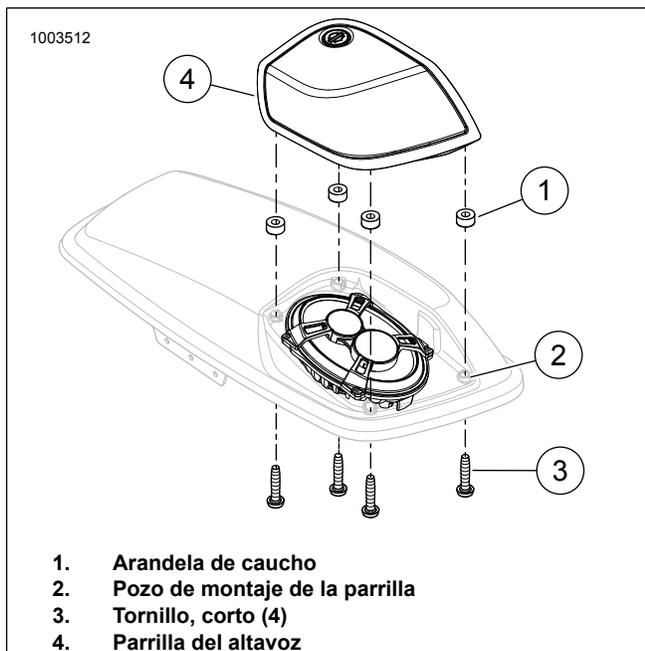

Figura 10. Instalación y extracción de la parrilla
2. Consulte la Figura 10. Coloque las arandelas de caucho (1) en el pozo de montaje de la parrilla (2).
3. Verifique si las arandelas de caucho (1) están en su lugar. Coloque la parrilla del altavoz (4) en su posición sobre la parte delantera del altavoz. Asegúrela con los cuatro tornillos cortos (3). Apriete alternativamente los tornillos a: